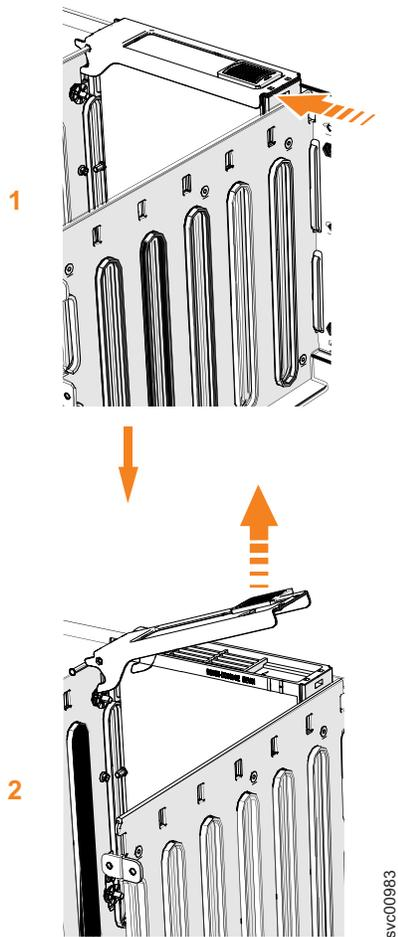

図 63. ドライブ・アセンブリーの取り外し
5. 240 ページの図 63 に示すように、解放ラッチを前方へスライドさせます (**1**)。
6. ハンドルを持ち上げて (2)、ドライブ・キャリアのロックを解除して区画から外します (図 63 を参照)。ラッチの底面の先端が完全に外れていることを確認してください。